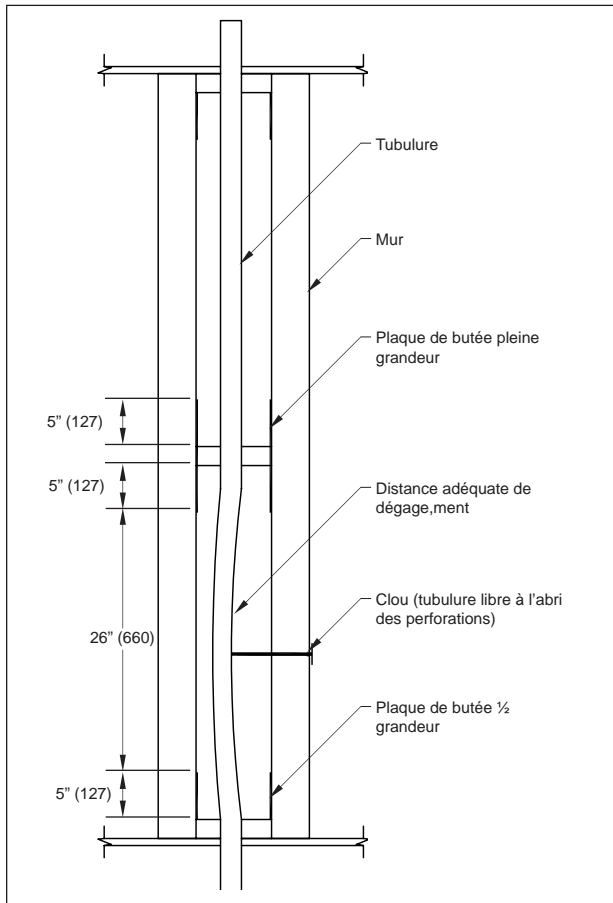
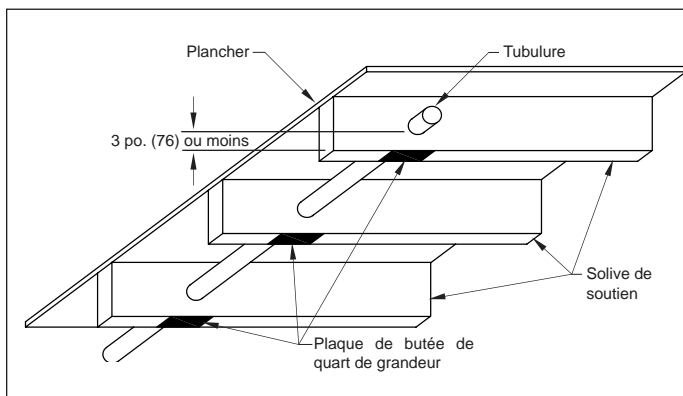

FIG. 4-13 Long Tronçon Non-Supporté, Plus De 3 Pi (9.84m), À L'intérieur D'un Mur
FIG. 4-15 Protection Requise Pour Tubulure Passant Au Travers De Solives À Moins De 3 po. D'une Surface Clouable
1. Installer un dispositif de protection, i.e. une plaque de butée afin de protéger la tubulure d'être percée par des clous, vis, forêts, etc. (Voir **FIG. 4-13**) dans les endroits où la tubulure sera dissimulée et ne pourrait être facilement déplacée en cas de risques potentiels.
- a. Aux points de support et points de pénétration situés à moins de 2 po. (51) de tout rebord d'une poutre, d'une solive, d'une sablière, etc, une pièce protectrice est requise aux points de support et en deçà de 5 pouces (127) de chaque côté (si approprié). Utilisez une demi plaque de butée ou une plaque de butée complète dans ces endroits.
- b. Aux points de support et points de pénétration situés de 2 po. (51) à 3 po. (76) de tout rebord d'une poutre, d'une solive, d'une sablière, etc, une pièce protectrice est requise tout au long du point de support. Utilisez une plaque de butée ¼ dans ces endroits. (Voir **FIG. 4-15**).